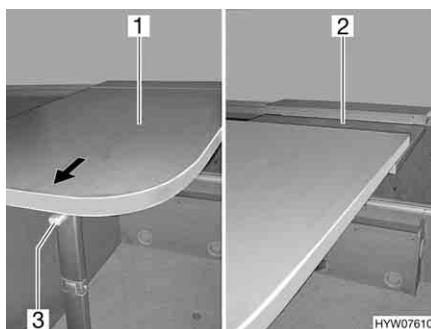

Fig. 79 Allungare il tavolo sospeso
- Sbloccare la leva di sicurezza (Fig. 79,3) sul lato inferiore del piano del tavolo.
- Sollevare il piano del tavolo (Fig. 79,1) leggermente in avanti e nella direzione della freccia fino all'arresto.
- Il piano prolunga inserita (Fig. 79,2) ruota verso l'alto.